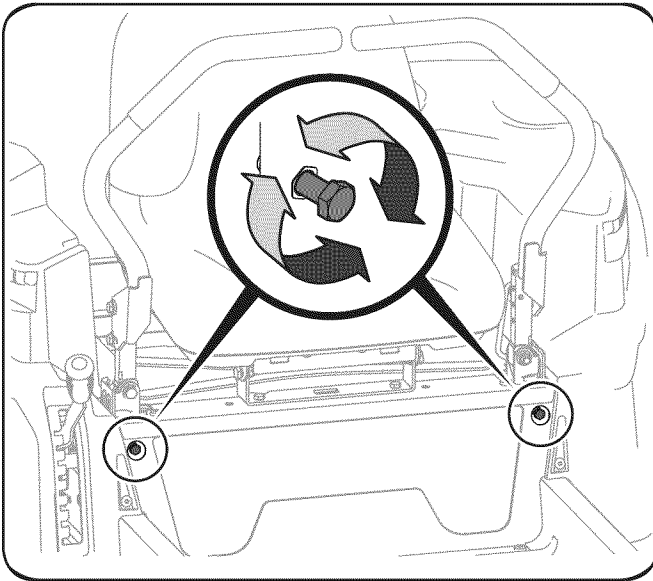

Figura 30
2. Localice los tornillos de ajuste de tope de la palanca de control de desplazamiento en la parte delantera del bastidor del asiento. Consulte la Figura 30.